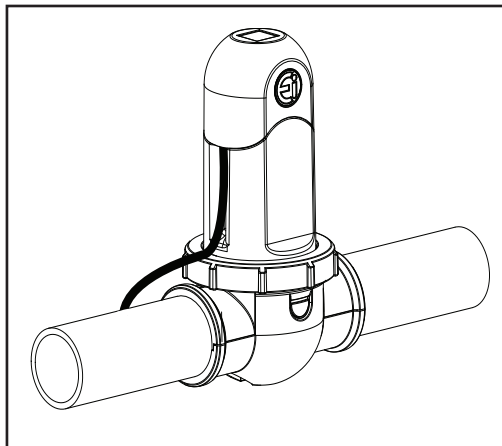

Figura 17. Sujeción de la tapa de la Terminal
16. Sujete la tapa de la terminal (ver Figura 17).